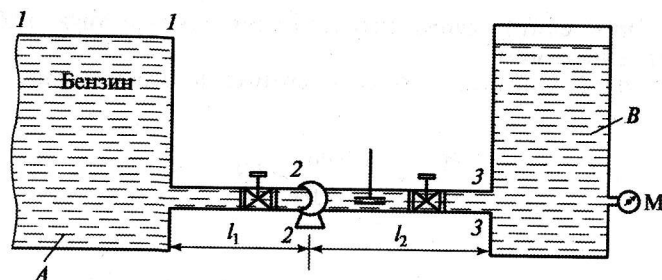

Рис. 6.3
**Задача 6.26.** Центробежный насос транспортирует бензин из резервуара А в резервуар В (рис. 6.3). Уровень бензина в резервуаре А  $H = 20 \text{ м}$ . Определить высоту всасывания насоса, высоту нагнетания и давление, измеряемое в выходном сечении насоса. Исходные данные: расход бензина  $Q = 6,13 \cdot 10^{-3} \text{ м}^3/\text{с}$ , диаметр трубопровода  $d = 0,05 \text{ м}$ ;  $\rho = 810 \text{ кг/м}^3$ ;  $\nu = 2,7 \cdot 10^{-6} \text{ м}^2/\text{с}$ , коэффициенты потери напора на местные сопротивления: входа  $\xi_{\text{вх}} = 0,5$ ; крана  $\xi_{\text{кр}} = 0,17$ ; задвижки  $\xi = 2$ ; выхода  $\xi_{\text{вых}} = 1$ ;  $l_1 = 6,5 \text{ м}$ ;  $l_2 = 116 \text{ м}$ .